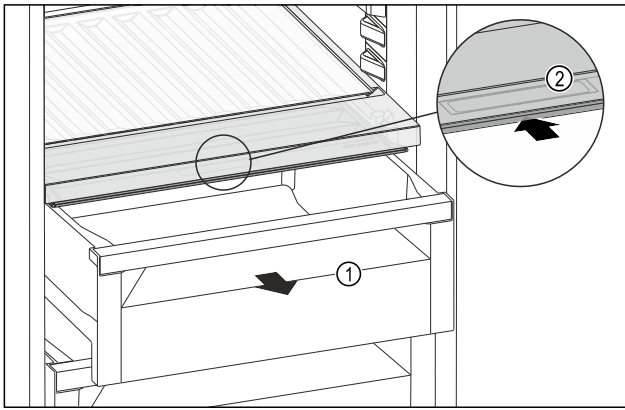

Fig. 159
- Schubfach Fig. 159 (1) herausziehen.
- Griffmulde Fig. 159 (2) am Fachdeckel anfassen und Fachdeckel gleichzeitig nach hinten schieben.